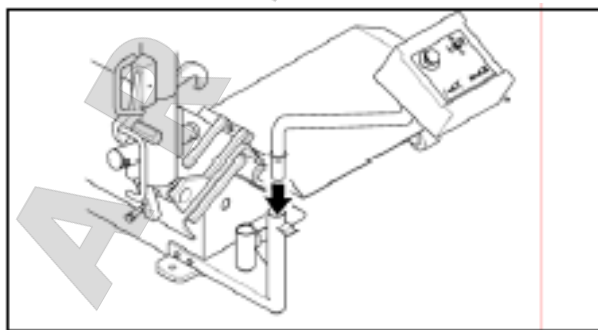

Рис.8
- B.** ТОЛЬКО ДЛЯ МОДЕЛЕЙ С ПОДВИЖНЫМ РЫЧАГОМ (BOXER KING 2600L): Установите должным образом контрольный рычаг (Рис.8). Убедитесь что электрический провод ни имеет разрывов или повреждений.